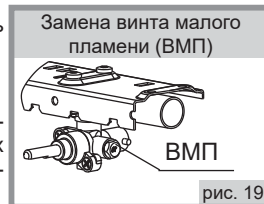

рис. 18
22.1. Проведение замены сопла при ремонте, а также при переводе на другой тип газа (рис.18)